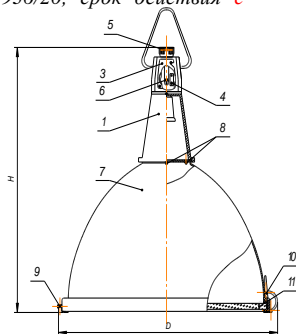

Рис. 1
- корпус в сборе,(бокс) Рис. 1